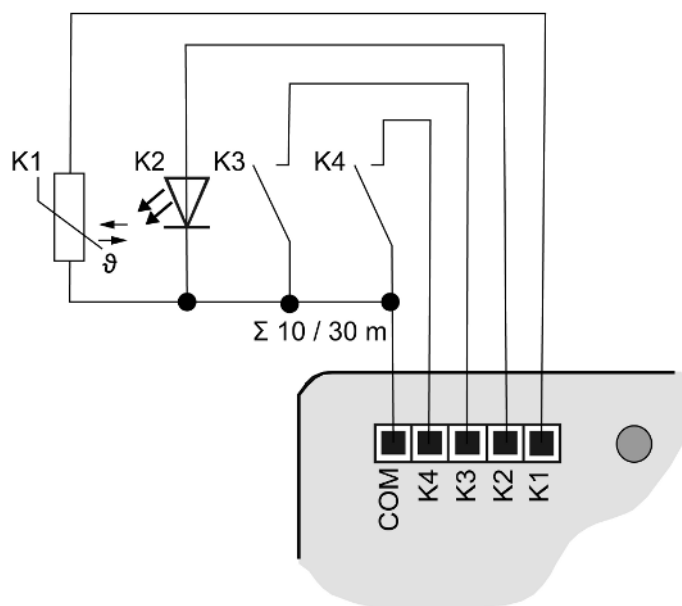
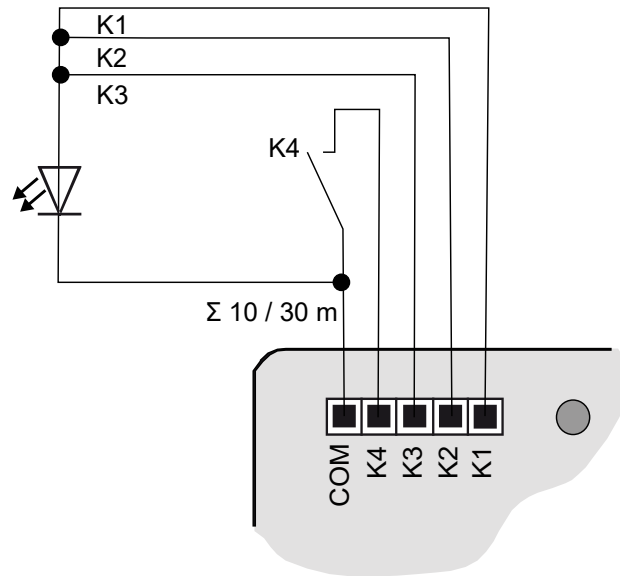

Figura 7: Esempio di collegamento
Figura 8: Esempio di collegamento con uscite collegate in parallelo
- Opzionale (solo variante "Comfort") (Vedi capitolo "Accessori" ► Pagina 27): Collegare pulsanti, interruttori, contatti, LED o NTC in base agli esempi di collegamento con i cavi di collegamento allegati. Gli esempi di collegamento (e (Vedi figura 8)) mostrano l'utilizzo con ingressi, uscite e sensori.
- Collegare i pulsanti, gli interruttori, i contatti, i LED o l'NTC secondo gli esempi di collegamento con i cavi di collegamento in dotazione ((Vedi figura 7) e (Vedi figura 8)). Gli esempi di collegamento mostrano l'utilizzo con ingressi, uscite e sensori.
Collegamento in parallelo delle uscite possibile, per utenze con elevato fabbisogno di energia. Nell'esempio (Vedi figura 8) **K1-K3** sono qui collegate in parallelo.